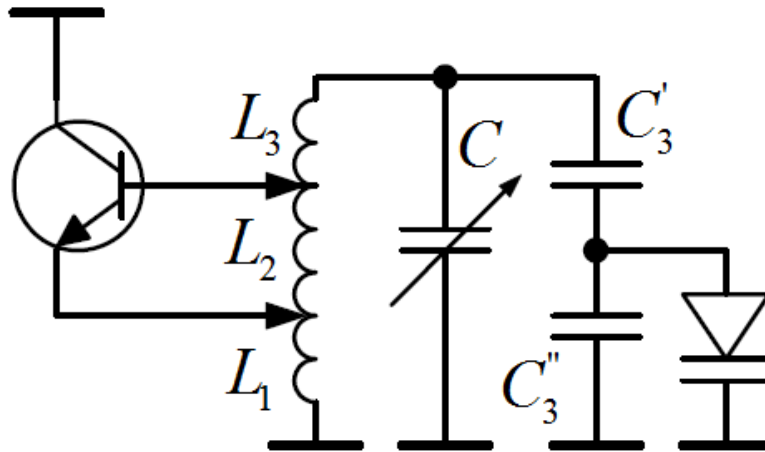

Рис.2.11. Иллюстрация к задаче 2.47
**2.46.** В контур АГ по схеме рис.2.5 включена емкость  $C$ , как показано на рис.2.11, где ради простоты не изображены источники питания и
**2.47.** В АГ по схеме рис.2.11:  $p_m = 0.4$ ;  $C'_3 = 300$  пФ;  $C_{m0} = 100$  пФ;  $S_m = 10$  кГц/В;  $f_0 = 10$  МГц. Как изменятся  $S_m, C'_3, C$ , если емкость  $C'_3$  уменьшили так, что  $U_m$  упало в 2 раза, а емкостью  $C$  восстановили частоту  $f_0 = 10$  МГц? Как изменится  $S_m$ , если путем изменения  $C$  при  $C'_3, C''_3, C_{m0} = \text{const}$  частота  $f_0$  стала 15 МГц? Как изменится  $S_m$ , если один варикап заменить двумя идентичными, включенными параллельно, если при  $C'_3, C''_3 = \text{const}$  емкостью  $C$  восстановили  $f_0 = 10$  МГц?